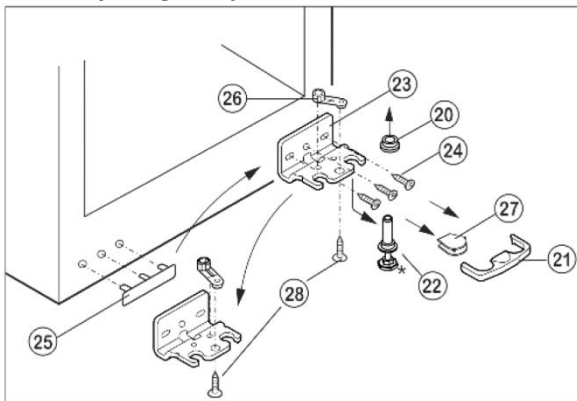

Fig. 7
- Træk sikringen Fig. 7 (21) af fremad.
- Træk afdækningen Fig. 7 (27) af.*
- Skru stillefoden Fig. 7 (22) helt ind.
- Træk lejebolten Fig. 7 (22) ud nedad og fremad. Vær opmærksom på hængselbøsningen Fig. 7 (20).
- Skru lejekonsollen Fig. 7 (23) af (2 x Torx 25) Fig. 7 (24).
- Skru lejedelen Fig. 7 (26) af (1 x Torx 25) Fig. 7 (28) og flyt den over i det overfor
- Løft afdækningen Fig. 7 (25) på håndtagssiden forsigtigt af og flyt den.
- Skrulejekonsollen Fig. 7 (23) på igen på den nye hængselside eventuelt vha. en akkuskruetrækker (med 4Nm), gennem det ydre lang og rundhul.
- Sæt afdækningen Fig. 7 (27) på på den modsatte side.
- Sikringen (21) skal gå i hak i siden af lejekonsollen, så lejebolten og dermed døren er sikret.
- Lad sikringen (21) gå i hak igen på lejekonsollen.
- Sæt hængselbøsningen Fig. 7 (20) på.
- Sæt døren oppefra på lejebolten forinden Fig. 7 (22).
- Justér døren, eventuelt vha. de to langhuller i lejekonsollen forinden Fig. 7 (23), så den flugter i forhold til apparatkabinettet.